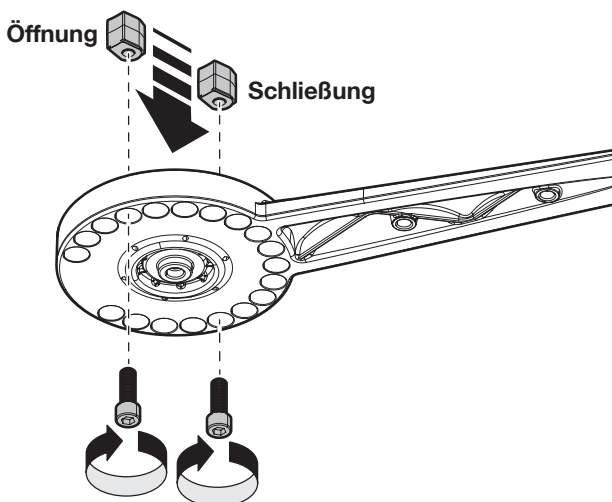

Abb. 15
04. Die Endschalter am Arm des Motors **Abb. 15** befestigen; diese müssen auch installiert werden, wenn keine Anschläge am Boden vorhanden sind.